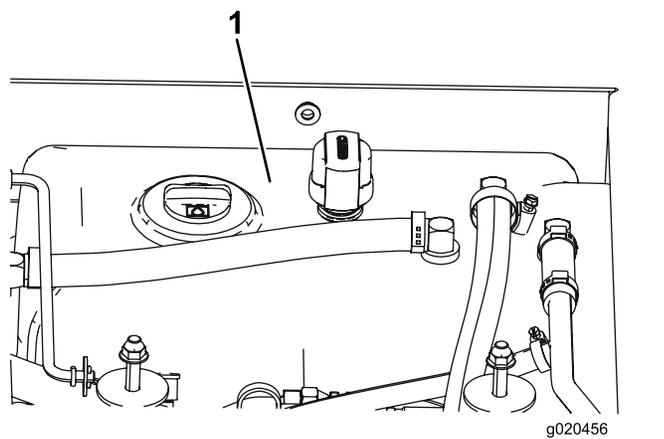

Рисунок 79
4. Залейте гидравлическую жидкость в бак (Рисунок 79); см. Характеристики гидравлической жидкости (страница 73).